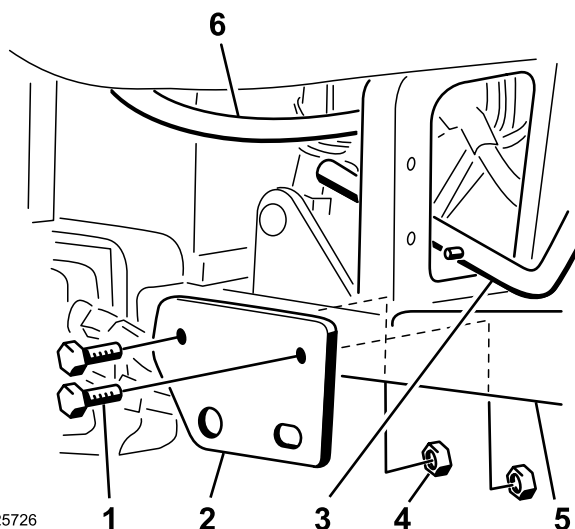

Figura 2
5. Instale o suporte de montagem do conjunto da pega de elevação do escarificador nos tubos de apoio do pé do lado direito com 2 parafusos (1/2 x 3-1/4 pol.) e porcas finas (1/2 pol.), como se mostra em Figura 2.
**Nota:** Tem de haver uma folga mínima de 1/8 de polegada entre a ligação hidráulica e o conjunto da pega de elevação. Posicione suavemente a ligação hidráulica como necessário (Figura 2).